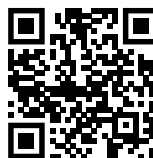

Fig. 133
- ▶ Otworzyć Liebherr SmartMonitoring Dashboard. (patrz Fig. 133)